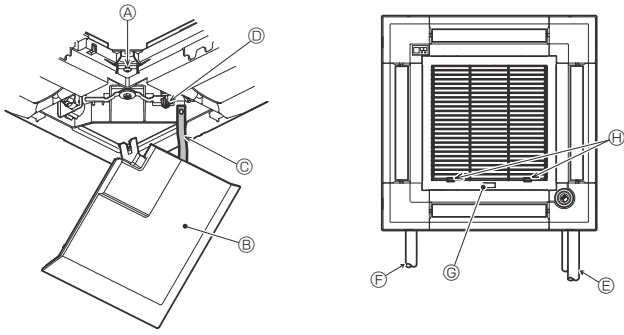

Fig. 9-12
9.5. การติดตั้งตะแกรงช่องลมดูดเข้า (Fig. 9-12)